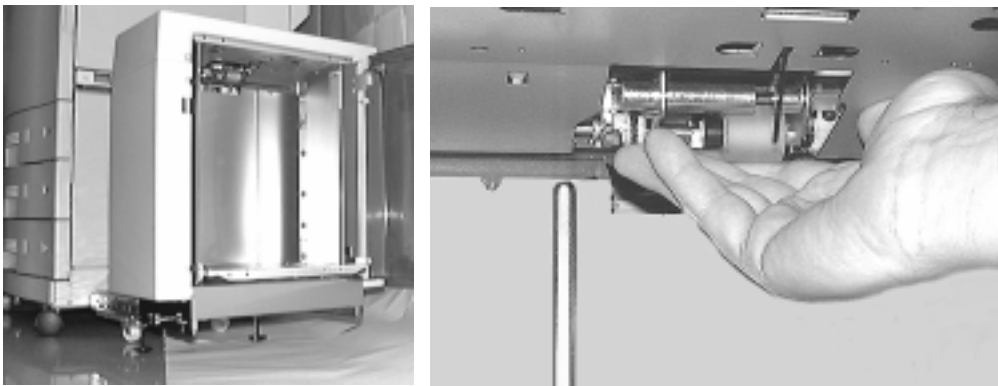

Abbildung 4-60 Innenraum der LZ-Einheit und Position der oberen Walzeneinheit
6. An der Frontseite der HLZ-Einheit befindet sich an der Unterseite des Deckels die obere Walzeneinheit (siehe Abbildung 4-60). Drücken Sie diese Einheit mit der Hand nach oben.